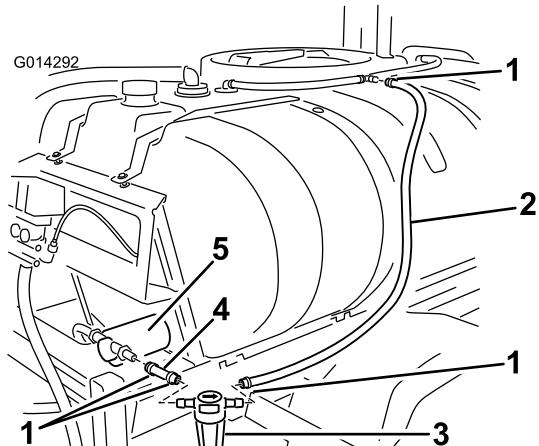

Figura 22
- Instale la manguera en el extremo abierto del acoplamiento en T instalado anteriormente (Figura 22).